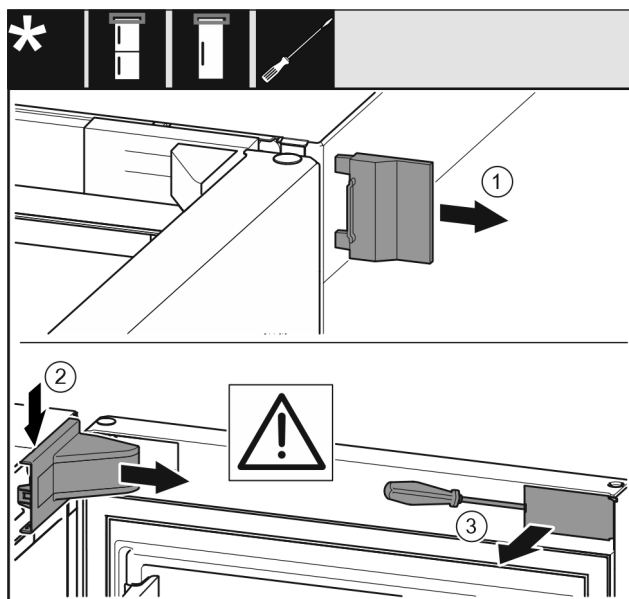

Fig. 6
- ▶ Retirer le cache extérieur. Fig. 6 (1)
- ▶ Détacher et libérer le cache du support de palier. Retirer le cache du support de palier. Fig. 6 (2)
- Dégager le cache avec le tournevis et l'incliner sur le côté. Fig. 6 (3)